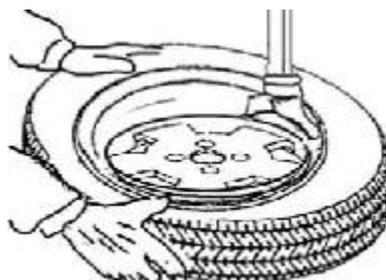
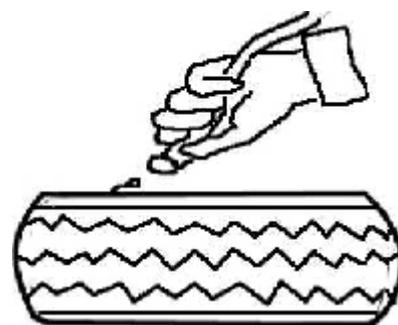

Рис.10
Рис.11
Держите руками край корда, который должен быть опущен вниз в канал обода колеса. Нажмите на педаль (Z), чтобы повернуть вращающийся стол по часовой стрелке (Рис. 10). Продолжайте, пока Вы не закроете всю окружность обода колеса (Рис. 11).